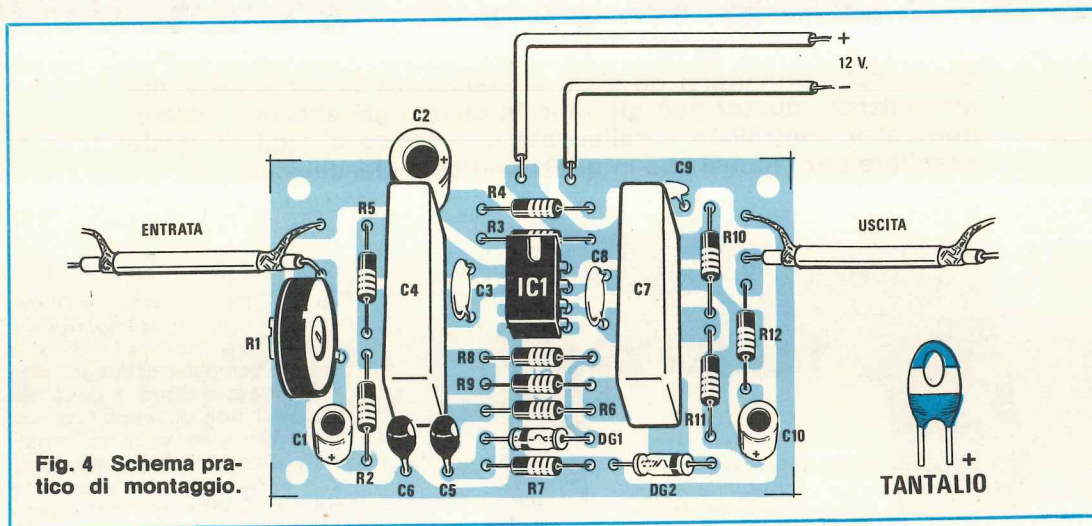

Fig. 4 Schema pratico di montaggio.
Per individuare questo terminale, qualora non sia espressamente riportato il + sull'involucro, è sufficiente guardare la goccia di colore di fronte, come vedesi in fig. 4, ed in tal caso il terminale positivo sarà quello posto sulla destra.
**Fig. 4** Ecco come si presenta il testo e il tipo di carattere stampato a grandezza naturale quando porteremo il deviatore poc'anzi menzionato nella posizione «self-test». La larghezza della stampa sulla carta, per la stampante da 40 colonne, è quella raggiunta dalle righe orizzontali, in pratica 9,2 cm circa. La stampante ad 80 colonne ovviamente stamperà su una larghezza doppia, cioè raggiungerà i 18,5 cm.
Spostate questo interruttore verso il fondo della scatola ed automaticamente la stampante inizierà a scrivere il testo riportato in fig. 4.